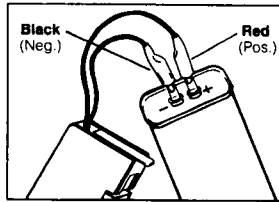

Abb. 2
3. Die Testklammern am Kondensator befestigen; bei der Prüfung von Elektrolytkondensatoren auf die Polarität achten. (Abb. 2)